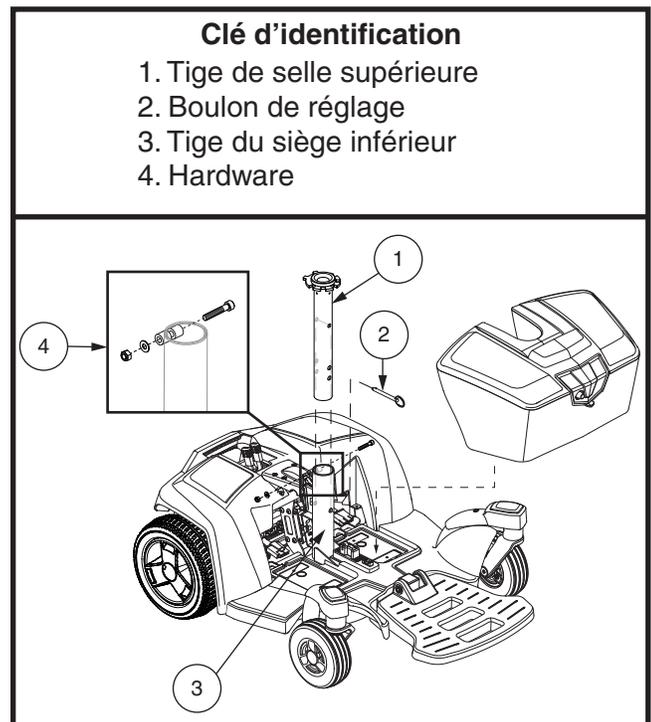

Figure 8. Réglage de Hauteur du Siège
8. Desserrez le boulon et son écrou sur l'arrière du mât du siège. **Voir la figure 8.**
9. Tirez la broche de la tige de selle pour le réglage de la hauteur. **Voir la figure 8.**